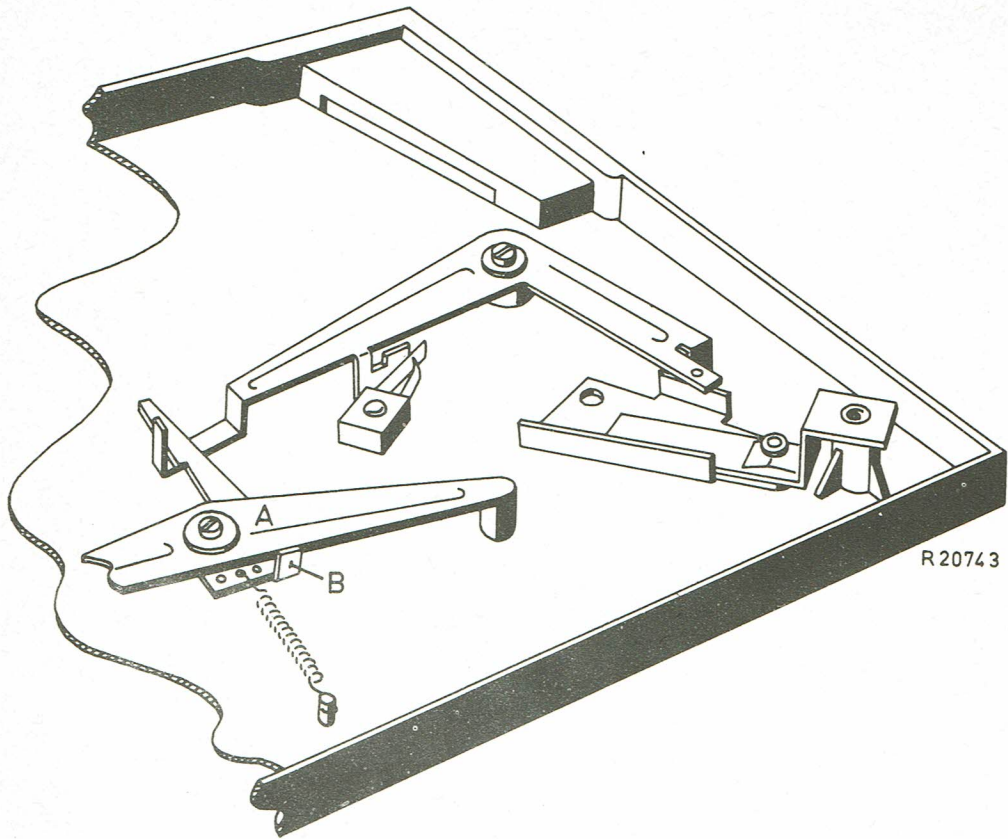

Fig. 6
- a. Lorsque l'appareil est mis hors circuit, le palpeur A doit être amené jusqu'à contre la came sur la plaque de montage dans la cuve du plateau tournant en recourbant la cosse soulevée B. Voir la fig. 6.